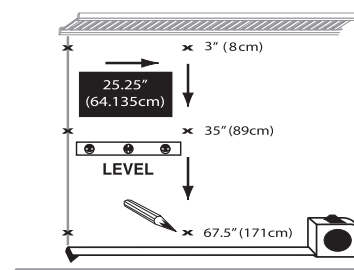

FIG. 2.4
6. Mesurer 64 cm à gauche de ces 3 positions et marquer l'emplacement. (Fig. 2.4)